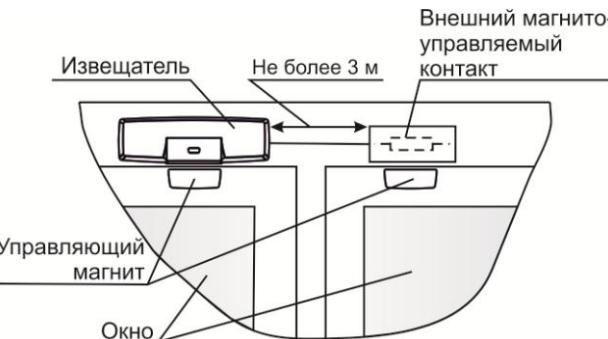

Рисунок 4
**8.1.3** Вариант размещения извещателя на **окне** (рисунок 4).